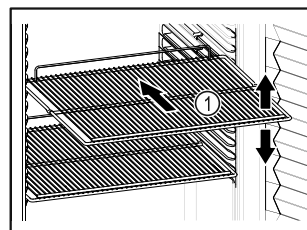

Fig. 39 Beispielhafte Darstellung
- Wenn Abstellroste Fig. 39 (1) versetzbar sind, je nach Höhe anpassen.